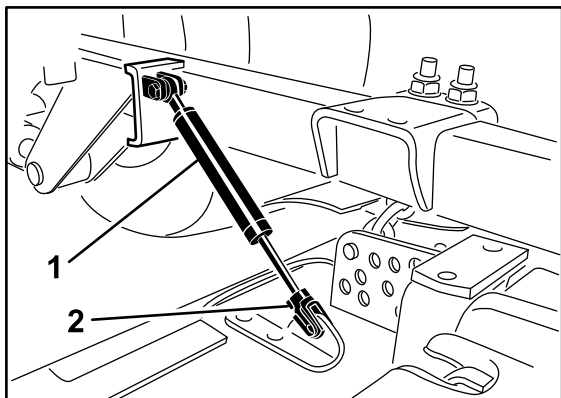

Bild 90
2. Nehmen Sie den Befestigungsclip ab und schließen Sie den Stoßdämpfer vom Mähwerk ab (Bild 90).